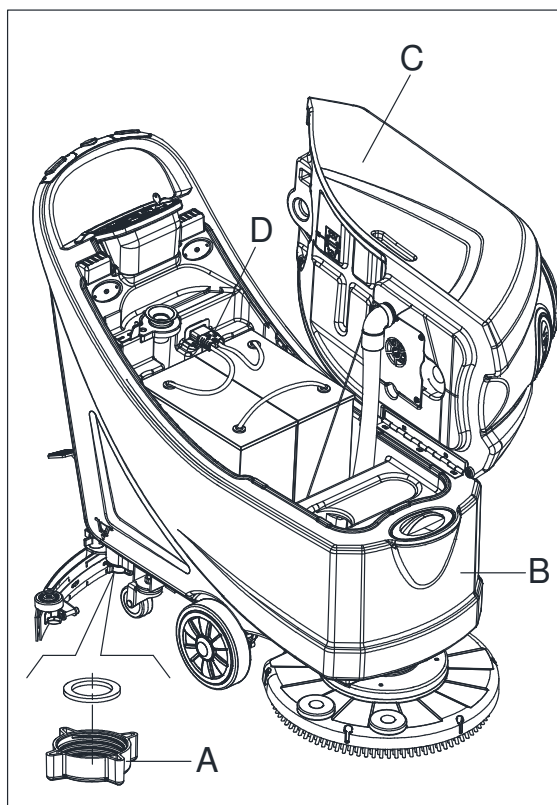

Figure 13
7. Vider le réservoir de solution avec le tuyau (A, Fig. 13). Après avoir travaillé, rincer le réservoir avec de l'eau propre.
2. Vider les réservoirs (B et C, Fig. 13), comme indiqué dans le paragraphe précédent.